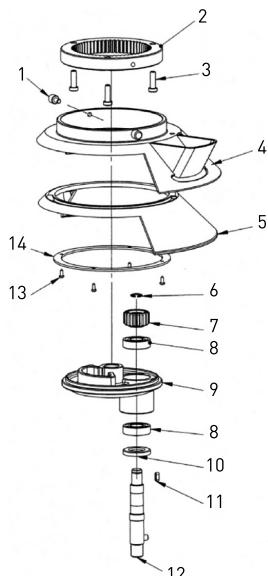

Rys. 3: Zespół podnoszenia misy
- Zespół podnoszenia misy (Rys. 3);
**Wykaz części urządzenia znajdujących się na Rys. 3**